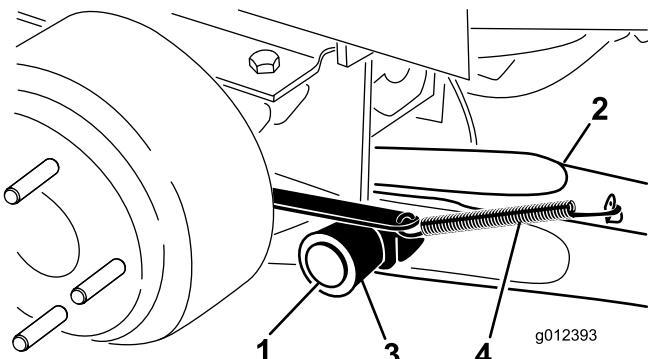

Figure 2
- Montez un bras de relevage sur le support de pivot avec un axe de pivot et une goupille fendue (Figure 2). Installez le bras de relevage avec le coude placé vers l'extérieur.
- Accrochez le ressort de rappel de frein à la patte du bras de levage (Figure 2).